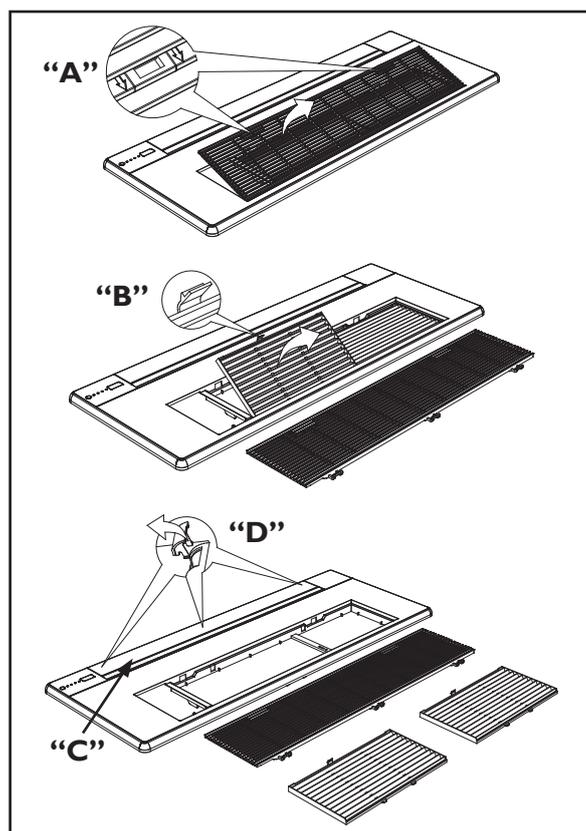

FIG. 18
- Pressione na direção indicada pela seta na grade ("A" - Fig. 18) para destravar o encaixe e remover a grade de proteção.
- Pressione então o encaixe ("B" - Fig. 18) para remover o filtro.
- Com cuidado abra o defletor de ar ("C" - Fig. 18) e remova as três tampas ocultas dos parafusos ("D" - Fig. 18).